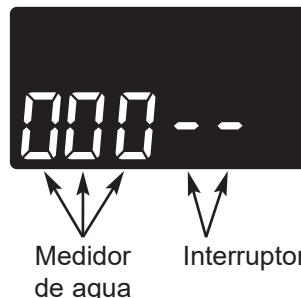

FIG. 53
3. La letra "P" y una raya (o rayas) indican el funcionamiento del interruptor POSITION (Posición) (vea la Fig. 53). Si aparece la letra, el interruptor está cerrado. Si aparece la raya, el interruptor está abierto.